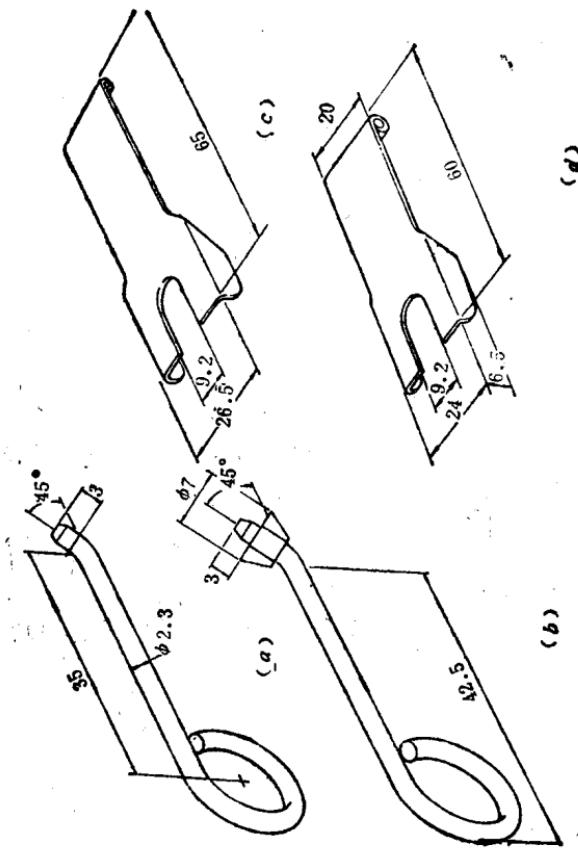

图 5 挺杆支承器
③将挺杆支承器插进挺杆销孔内（如有正时调整螺丝时，可用卡扳操作），断开凸轮表面与挺杆滚轮的接触（可用钢丝和钢片自制挺杆支承器，见图5）。
④松开调速器壳盖的紧固螺栓，再分解与控制杆连接的部位，取下启动弹簧及调速器后壳盖。
⑤用拔出器拧入飞块支持架的螺孔内，拔出调速器飞块总成。
⑥凸轮轴的拆卸方法